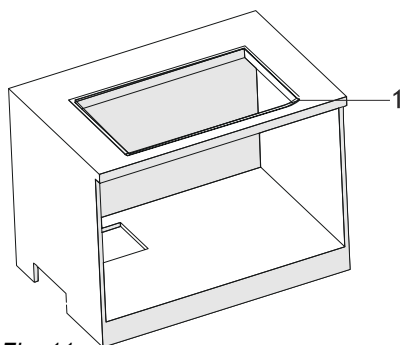

Fig. 11
- Följ måtten när du förbereder för montering (Fig. 11).
1. ➡ Lägg nu tätningslistan runt om i bordsskivans utskurna hål (Fig. 11).